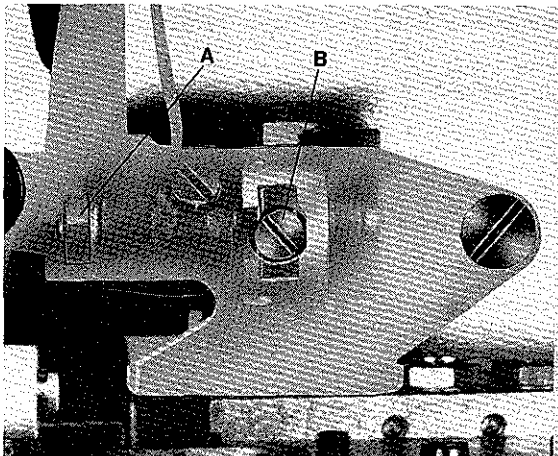

Fig. 43
The amount of spreader travel from extreme left to extreme right position can be increased or reduced if required. For adjustment loosen nut (A, Fig. 43), turning screw (B) clockwise reduces and turning it counterclockwise increases the amount of spreader travel. Each change of the amount of spreader travel necessitates to readjust the 5,6 mm (7/32 in.) dimension between the centerline of the left needle and the point of thread carrying notch of spreader.
Der Weg des Legers von der linken zur rechten Endstellung kann bei Bedarf, vergr o ert oder verkleinert werden. Zur Einstellung l sen Sie die Mutter (A, Fig. 43), drehen der Schraube (B) im Uhrzeigersinn verkleinert und drehen im Gegenuhreigersinn vergr o ert den Legerweg. Ziehen Sie die Mutter (A) wieder an.